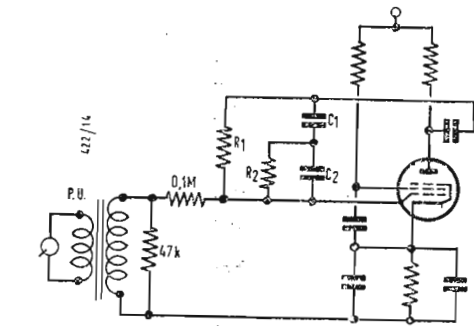

Fig. 6
Fra i tanti segnaliamo: « alta fedeltà » n. 2 - 1958. L'unità di controllo, pag. 53 e 54, fig. 6 e 7.
c) Equalizzatore a controreazione fra due stadi a triodo (fig. 6).